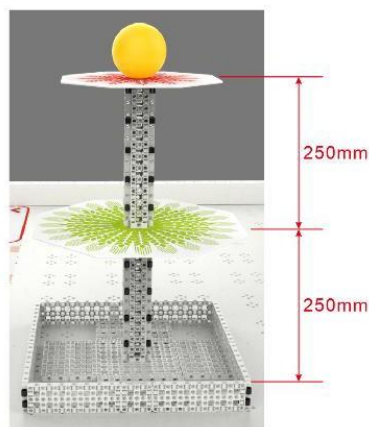

图 4 种植塔区及种植塔高度示意图
1. 种植塔区：每个基础场地中央有种植塔，分底（正方形，边长约 370mm，四周有一圈高约 50mm 的围栏）、中（正八边形，直径 $\leq 360$ mm，绿色稻穗纹）、顶（正八边形，直径 $\leq 260$ mm，红色麦芒纹）三层，中层离地 250mm $\pm 5$ ，顶层离地 500mm $\pm 5$ ，顶层放置“五谷宝珠”（黄色球体，直径约 90mm，EVA 塑料泡沫材质）。如图 4 所示。